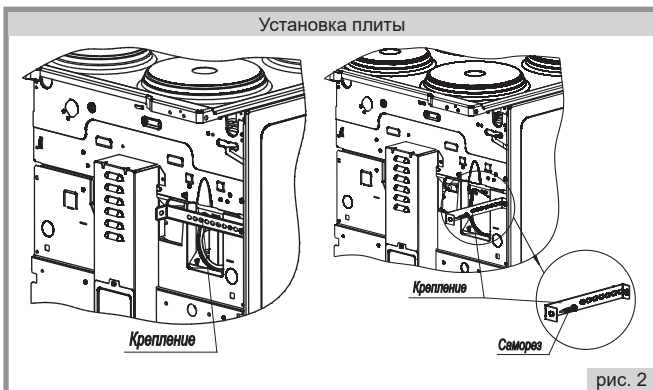

рис. 2
1. Деталь для крепления плиты к стене установлена на плиту (рис.2).
2. Не снимая крепление с плиты, отогнуть его на 90°С (рис. 2)